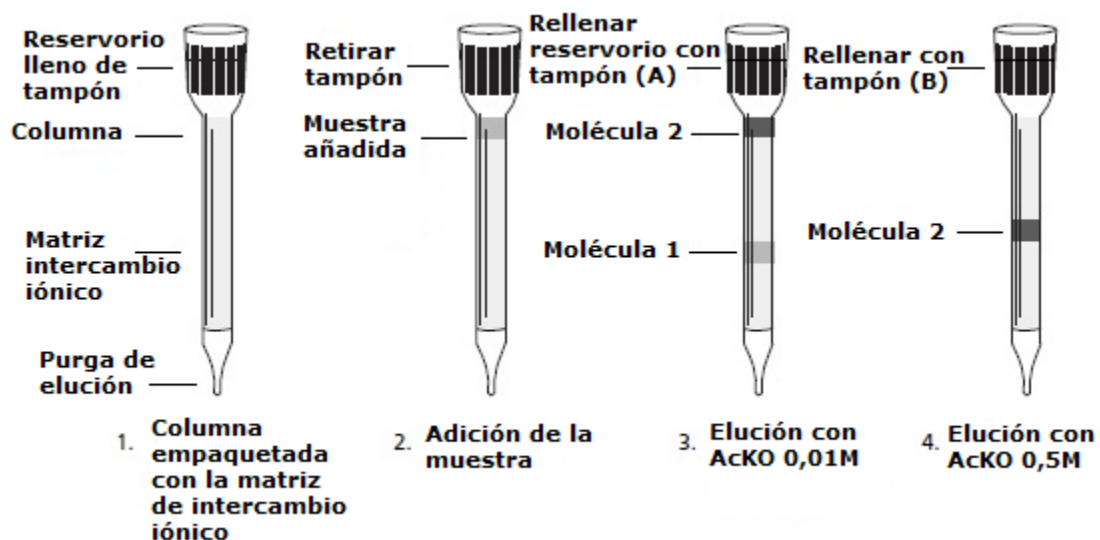

Figura 1: Principios del funcionamiento del intercambio iónico.
La adsorción y la separación se basan en las diferencias entre la interacción electrostática de las moléculas y la matriz iónica. En la figura 1 se muestra el principio del intercambio comentado.
1. Montar verticalmente una columna como se muestra en la Figura 1. Deslizar la tapa sobre la punta en la parte inferior de la columna.